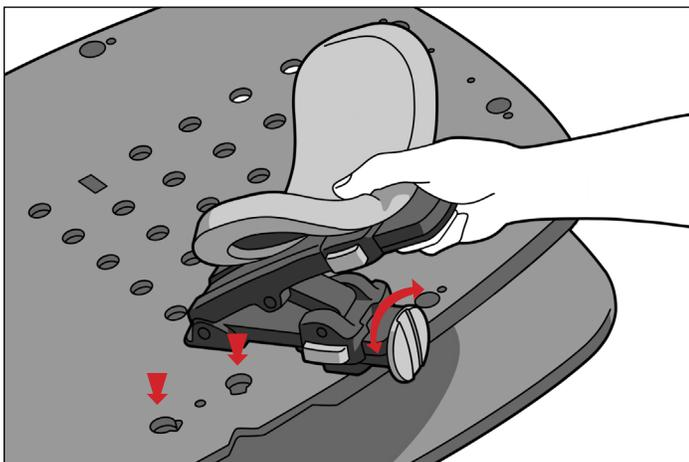

FIGURE 11
1. Pour fixer le repose-bras, desserrer le bouton et insérer le repose-bras dans l'un des deux emplacements (marqués « X » et « Y »). Resserrer le bouton pour verrouiller le repose-bras sur la surface patient. (Figure 11)